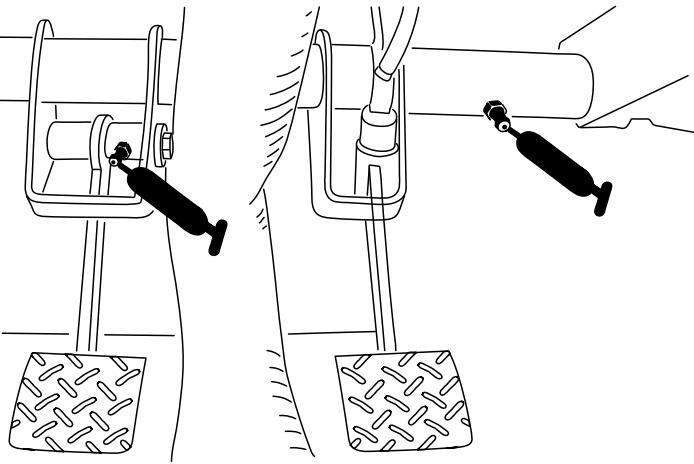

Figura 41
- Embrague (1) y freno (1) (Figura 41.)